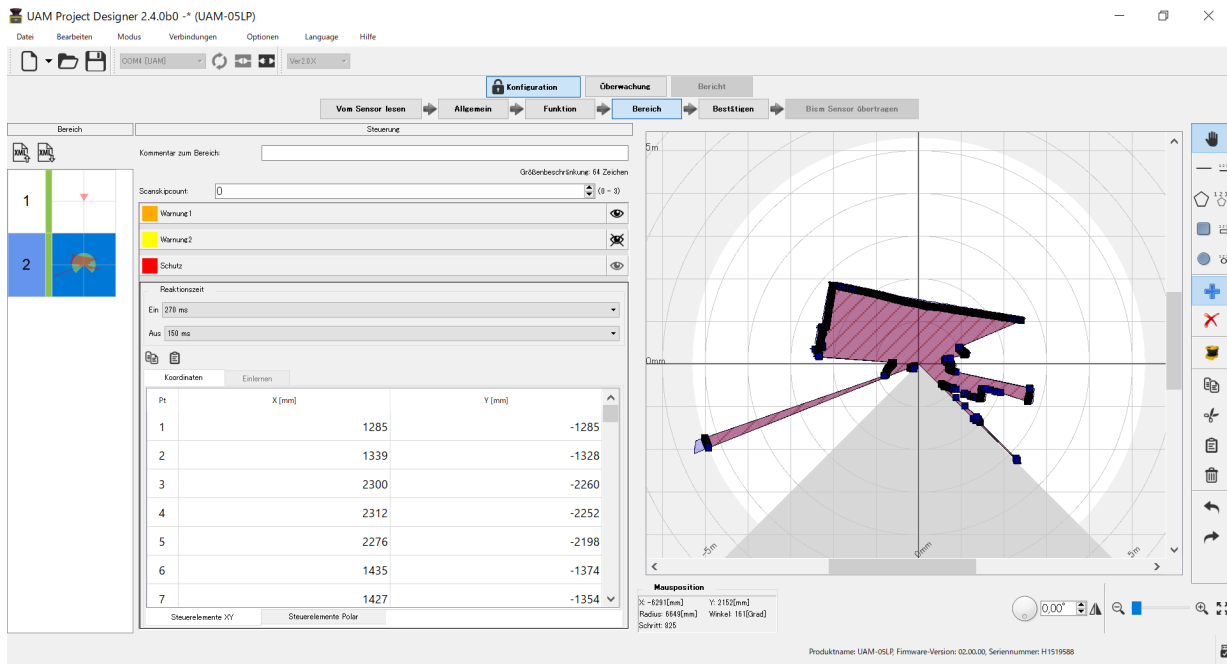

Abbildung 7-46 Konfiguration von Bereichen mit Hilfe der Einlernfunktion
- Wenn die Stopptaste angeklickt wird, wird anhand der kleinsten aufgezeichneten Daten ein Bereich erzeugt. Der konfigurierte Bereich wird den Hintergrund von UAM nachbilden. (Abbildung 7-46). Wenn der Hintergrund bei der Konfiguration des Schutzbereichs nicht innerhalb des maximalen Erkennungsabstands liegt, wird er auf den maximale Erkennungsabstands von UAM eingestellt. Wenn es in einem Warnbereich innerhalb von 20 m Entfernung zum UAM keinen Hintergrund gibt, wird dieser auf 20 m gesetzt.